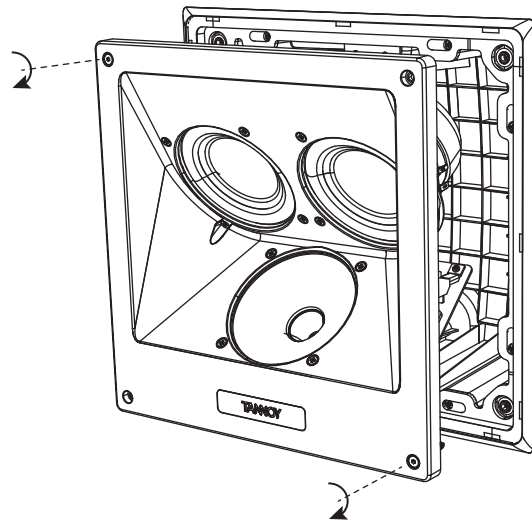

Fig. 20. Install the loudspeaker
- 3. Instale el altavoz en la lata trasera y asegúrelo en su lugar con los tornillos (Fig.20).